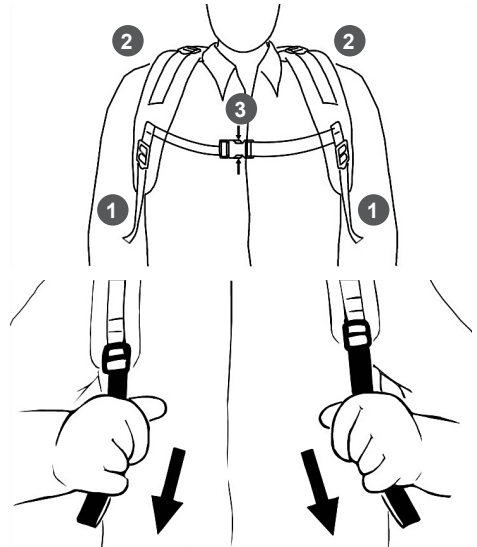

Рис. 8. Подгонка ремня
6. Наденьте воздухоподушку и отрегулируйте ремни (Рис. 8).
4. Отрегулировать плечевые ремни устройства по росту и фигуре (Рис. 8). Отрегулируйте ремни 1 и ляжки 2 так, чтобы устройство удобно сидело на спине. Отрегулируйте нагрудный ремень в удобное положение. Застегните замок 3 ремня.